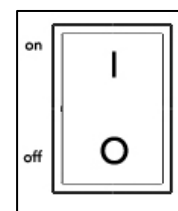

図2
- 電源のオン／オフスイッチがオフの位置にあることを確認し、電源コードをコンセントに接続します（図2）。